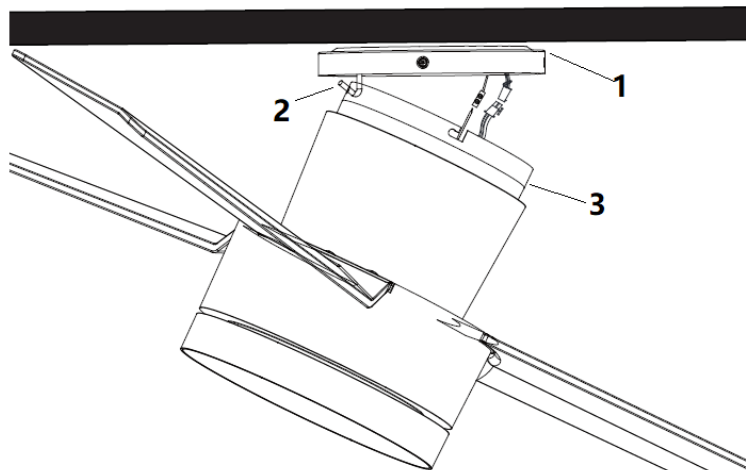

Fig. 5
- Til de gemonteerde ventilator op de montagebeugel (1) en laat de J-haak (2) van de montagebeugel door het gat van de hangende afdekking (3) gaan en hang de gemonteerde ventilator op. Fig. 5
- Sluit de mannelijke en vrouwelijke stekker aan op elkaar (4). Fig. 5